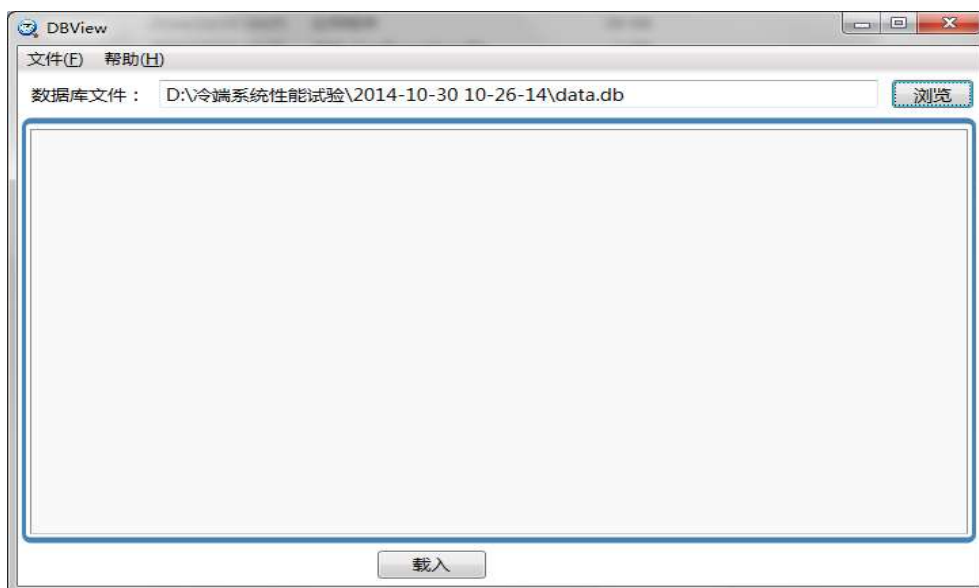

图 6.1
2. 单击“浏览”选择您要导出的试验数据，如图 6.1 所示。